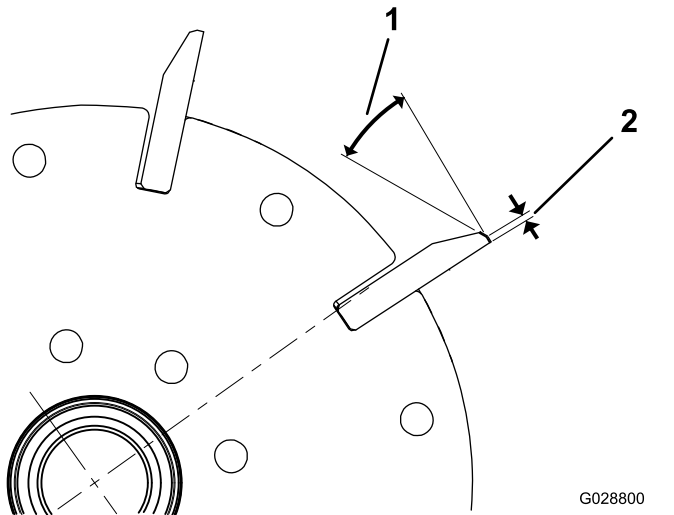
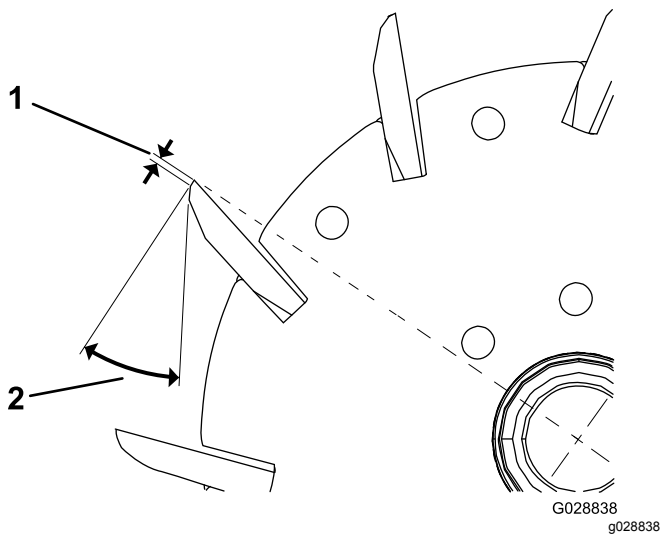

Bild 13
Bild 14
1. Tragen Sie einen Nachschliff von 30 Grad auf alle Messerspindeln auf, bis die Kante 1,3 mm breit ist (Bild 13 und Bild 14).